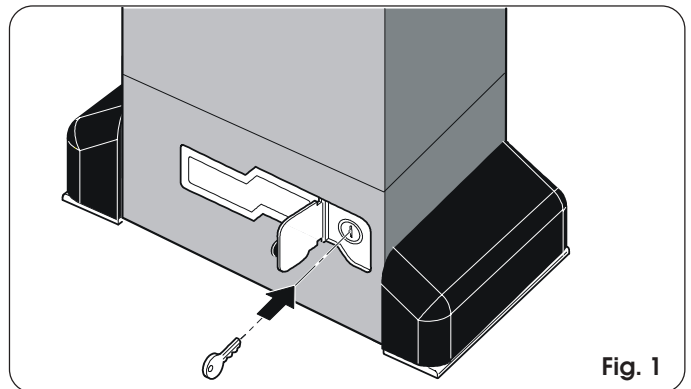

Fig. 1
- 1) Abra la portezuela de protección e introduzca la llave en dotación en la cerradura como se indica en la Fig. 1.